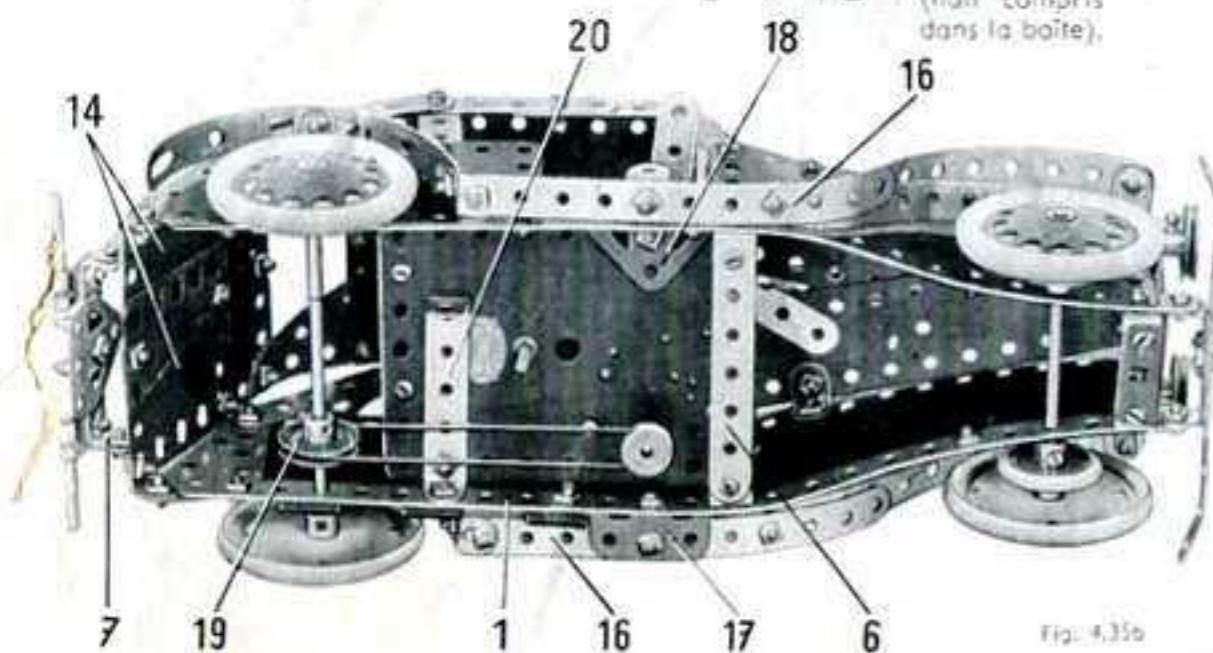

Fig. 4.35b
L'essieu avant est une tringle de 10 cm. qui est tenue dans la carrosserie comme le montre la figure 4.35b. L'essieu arrière est constitué par une tringle de 10 cm. et une de 2,5 cm. réunies par un raccord de triangles, et il porte une poulie de 25 mm. (19). Un moteur N° 1A est boulonné sur la bande (6) et sur une bande coulée 60x12 mm. (20) fixée au châssis. Une poulie de 12 mm. à moyeu est fournie avec le moteur mécanique N° 1A.